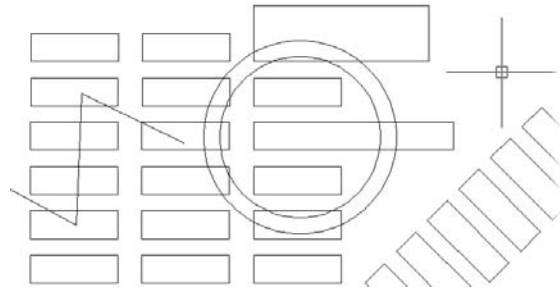

Figure 3.121
2. Après avoir indiqué le point de base, donnez la valeur de la distance d'étirement (ici 700) tout en spécifiant la direction en conservant le mode ortho actif il l'est, puis validez de nouveau (voir Figure 3.121).